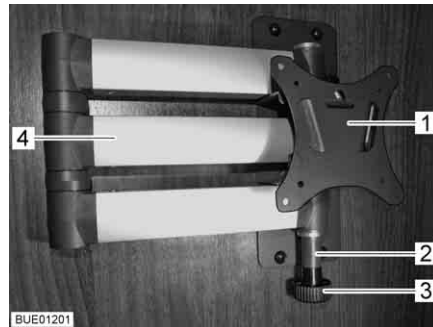

Fig. 74 Soporte con brazo articulado
- Tirar del botón de desbloqueo (Fig. 74,3). El brazo articulado (Fig. 74,4) estará desbloqueado.
- Girar la pantalla plana de regreso a la posición inicial hasta que el soporte (Fig. 74,1) engatille en el bloqueo (Fig. 74,2).